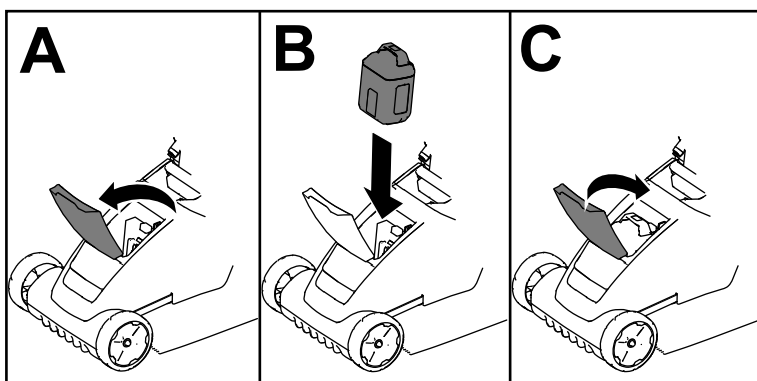

Figura 8
3. Levante la tapa del compartimento de la batería (Figura 8, A).
4. Alinee el hueco de la batería con la lengüeta de la máquina, e introduzca la batería en el compartimento hasta que se enganche en su sitio (Figura 8, B).
5. Cierre la tapa del compartimento de la batería (Figura 8, C).